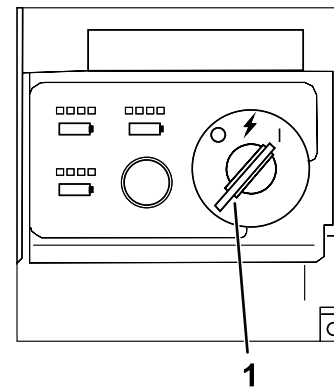

Figure 18
4. Tournez la clé à la position CONTACT pour démarrer le moteur (Figure 18).